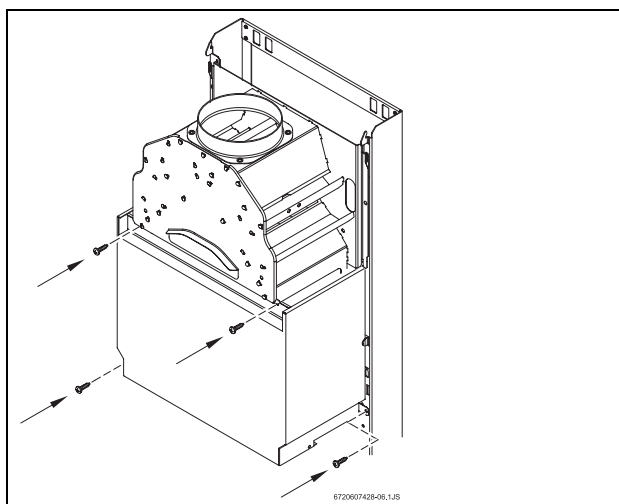

Fig. 26 Couvercle de protection
- Retirer le couvercle de protection en ouvrant les 4 clips qui le fixent (Fig. 26).